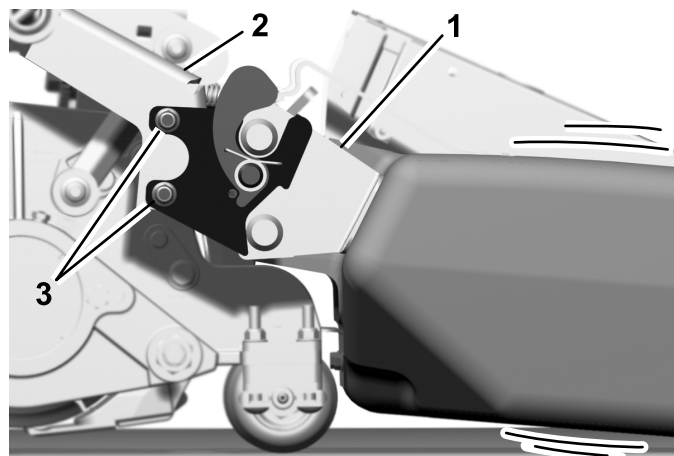

Figura 17
- A. En cada extremo del recogedor, afloje las tuercas de los pernos de cuello cuadrado que fijan los conjuntos de guía y soporte a los soportes del recogedor (Figura 17).